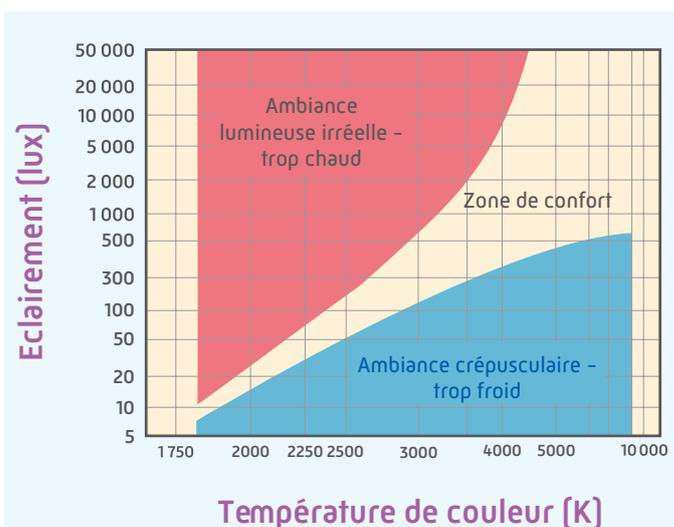

FIGURE 2
- la **température de couleur des LED**. En effet, il est plus facile d'atteindre des niveaux d'éclairage élevés avec des LED émettant un blanc froid (5000 – 6500 K) qu'avec celles émettant un blanc chaud (2700 – 3000 K) plus agréable à l'œil. D'autre part, il faut s'assurer que, les LED tirant vers les couleurs froides en vieillissant, la relation entre température de couleur et éclairage respecte le diagramme d'équilibre de Kruithof (cf. Figure 2) ;